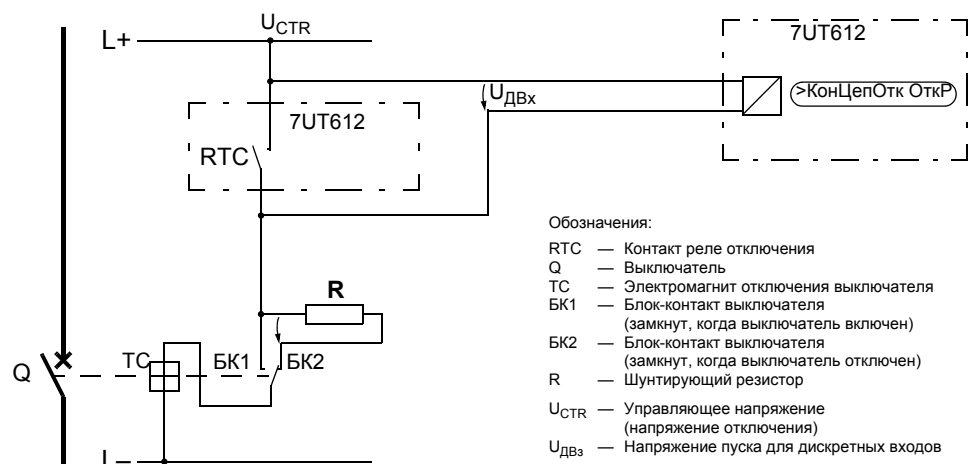

Рисунок 3-4 Контроль цепей отключения с использованием одного дискретного входа
Если используется *один* дискретный вход, то должен применяться шунтирующий резистор R (см. Рис. 3-4). Этот резистор R включается последовательно со вторым блок-контактом выключателя ($Aux2$). Номинал этого резистора должен быть таким, чтобы при отключенном выключателе (когда $Aux1$ разомкнут, а $Aux2$ замкнут), его электромагнит отключения (TC) больше не находился в состоянии срабатывания, а дискретный вход ($BI1$) был по-прежнему в состоянии срабатывания при разомкнутом контакте реле отключения.